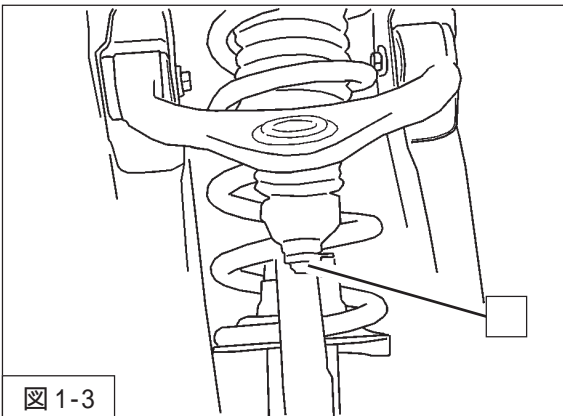

図 1-3
4. アッパーアームジョイントナット・割ピンを取外してください。(図1-3)